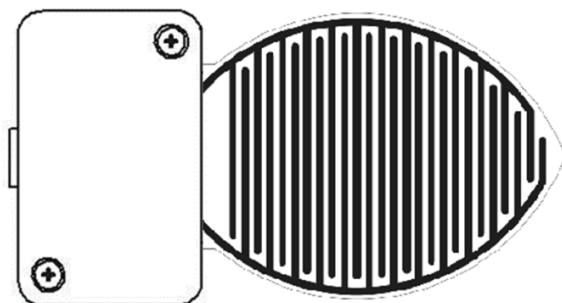

Рисунок 1. Внешний вид изделия «СОКОЛ-ДВЛ1».
2.2. Датчик влажности листа «СОКОЛ-ДВЛ1» представляет собой стеклотекстолитовую пластину (FR4) в форме листа, на поверхности которой нанесены медные чувствительные дорожки, не смыкающиеся и не пересекающиеся между собой, с финишным покрытием из иммерсионного золота (рис.1). Большое количество чувствительные дорожек на поверхности пластины обеспечивает высокую чувствительность датчика к изменению количества влаги на поверхности листа.